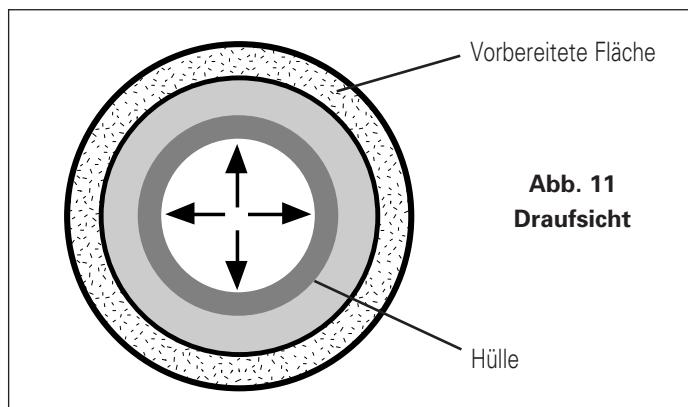

Abb. 11
- b** Die Hülle ausfalten und den Mittelpunkt ihres Bodens in Bezug auf die vorbereitete Oberfläche zentrieren, Abb. 11.